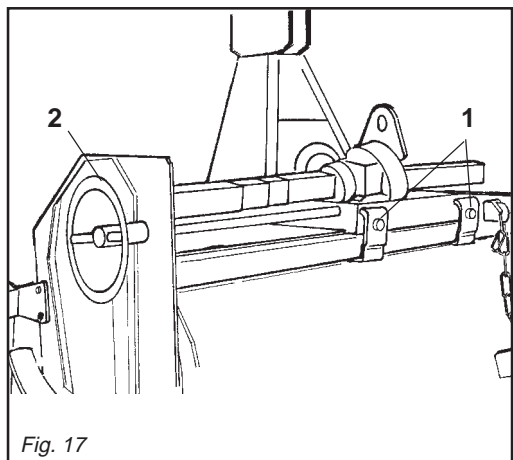
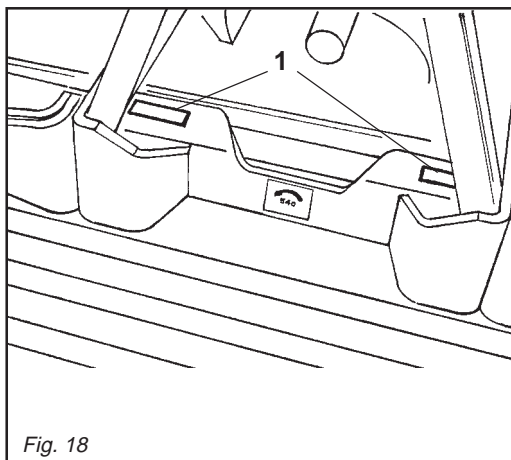

Fig. 17
Fig. 18
- 2- Allentare le viti (1 Fig. 17) che fissano le staffe e lasciarle libere.
- 3- Per mezzo dell'apposito volantino (2 Fig. 17) far scorrere il carrello fino alla posizione desiderata quindi serrare le 2 viti allentate. Anteriormente il carrello è provvisto di 2 pattini di guida (1 Fig. 18), che possono essere sostituiti in caso di usura.
- 2- *Slacken the screws (1 Fig. 17) that fix the brackets and leave these free.*
- 3- *Use the requisite handwheel (2 Fig. 17) to move the carriage to the position required and the tighten the two carriage fixing screws.*
At the front, the carriage has two guide pads (1 Fig. 18) that should be replaced when worn.
- 2- Die Schrauben (1 Abb. 17) welche die Bügel festhalten, losschrauben und sie frei lassen.
- 3- Mittels dem dafür vorgesehenen Handrad (2 Abb. 17) den Schlitten auf die gewünschte Position bringen und danach mit den zwei Fixierschrauben den Schlitten blockieren. Am früher Teil des Schlittens sind zwei Gleibacken (1 Abb. 18) vorgesehen, die bei Verschleiß ausgetauscht werden können.
- 2- Desserrer les vis (1 Fig. 17) de fixation des brides pour les libérer.
- 3- Au moyen du volant (2 Fig. 17) faire avancer le chariot jusqu'à la position désirée; serrer ensuite les deux vis de fixation du chariot.
Les 2 patins de guidage (1 Fig. 18) prévus à l'avant du chariot peuvent être remplacés en cas d'usure.
- 2- Aflojar los tornillos (1 Fig. 17) que fijan los estribos y dejarlos libres.
- 3- Con el volante apropiado (2 Fig. 17) deslizar el carro hasta la posición deseada y luego apretar los dos tornillos de fijación carro. El carro anteriormente está dotado de 2 patines de guía (1 Fig. 18) que se pueden sustituir si se desgastan.